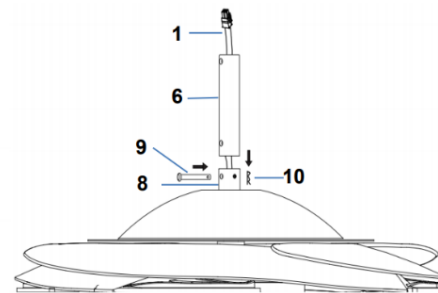

Abb. 4.3
3. Führen Sie die Ventilatordrähte (1) vorsichtig durch die Deckenstange (6) nach oben (Abb. 4.3).
4. Stecken Sie die Deckenstange (6) in das Verbindungsstück der Deckenstange (8), indem Sie die Schraublöcher im Verbindungsstück der Deckenstange an den Schraublöchern der Deckenstange ausrichten, schieben Sie den Kupplungsstift (9) in die Löcher und fixieren Sie ihn mit dem Sicherungsstift (10). (Abb. 4.3)